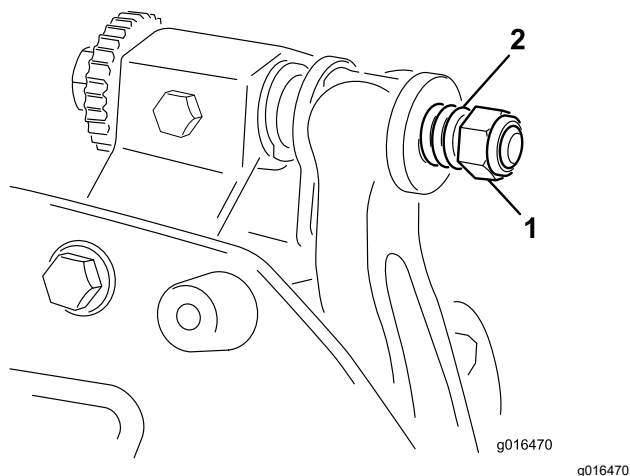

Figura 27
3. Coloque uma anilha de nylon de cada lado da placa lateral. Coloque uma anilha de aço no exterior de cada uma das arruelas de nylon (Figura 27).
- Aperte a porca da mola tensora até que a mola fique recolhida; em seguida, desaperte meia volta (Figura 27).